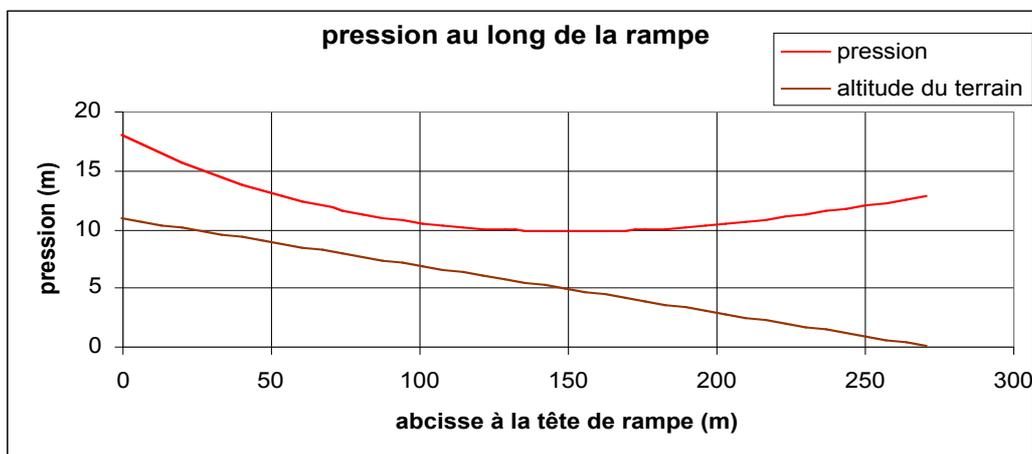

Fig. 5 : Une pente modérée de la gaine permet d'allonger leur longueur en restant dans la tolérance de débit.
2. Exemple de résultat de simulation avec une pente moyenne (4%) Fig. 5